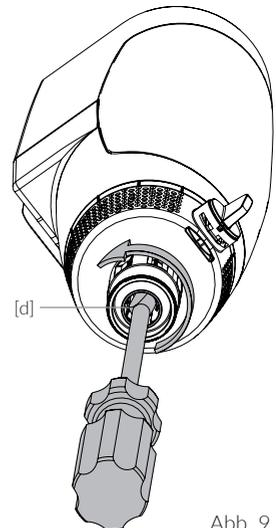

Abb. 9.1
- / Abb. 9.1: Reduzierhülse [d] von der Unterseite mit einem Schlitzschraubendreher in Pfeilrichtung lösen
Die Hauswasserstation **CLEAR** PRO RD und auch der Rückspülfilter **CLEAR** PRO R sind so konzipiert, dass nach der Demontage (gemäß Kapitel 9.1 Wartung Druckminderer, Abb. 9.1 bis 9.4) das Filterelement gereinigt oder ausgetauscht werden kann.